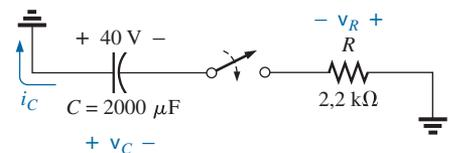

Figura 10.102 Problema 30.
30. O capacitor na Figura 10.102 está inicialmente carregado com 40 V antes de a chave ser fechada. Escreva as expressões para as tensões v_C e v_R e a corrente i_C seguindo o fechamento da chave. Trace as formas de onda resultantes.